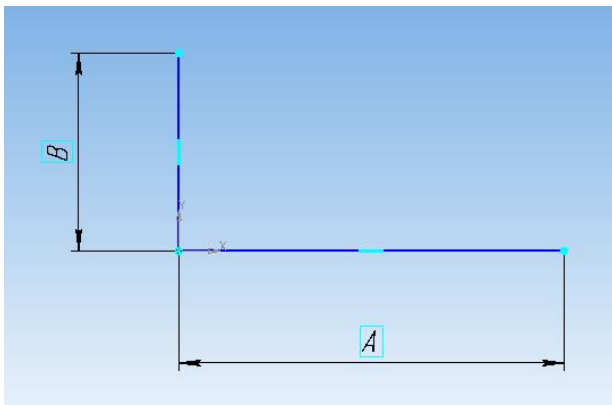

Рисунок 67.
3. По вариантам (таблица 3) создаем эскиз (рисунок 67) на плоскости XY. Выйти из эскиза.